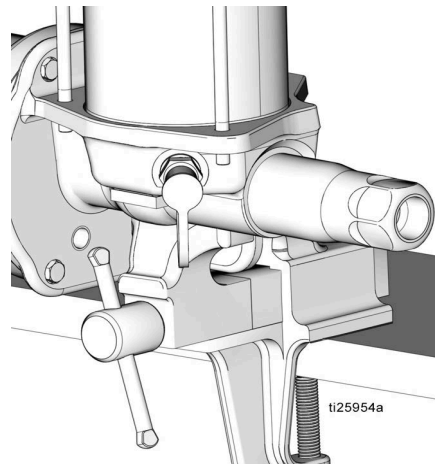

FIG. 11
6. Sujete la base de la bomba en un tornillo de banco como se observa en FIG. 11. Utilice un tornillo de banco de mordazas de goma o coloque un trapo en las mordazas para proteger la superficie de la base de la bomba.